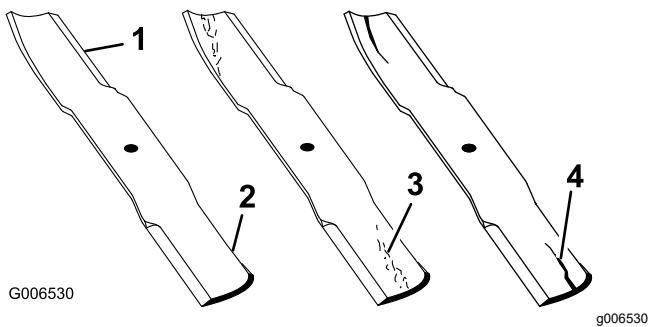

Bild 58
1. Untersuchen Sie die Schnittkanten (Bild 58).
4. Wenn Sie Risse, Verschleiß oder Rillenbildung in diesem Bereich feststellen, sollten Sie sofort ein neues Schnittmesser einbauen (Bild 58).